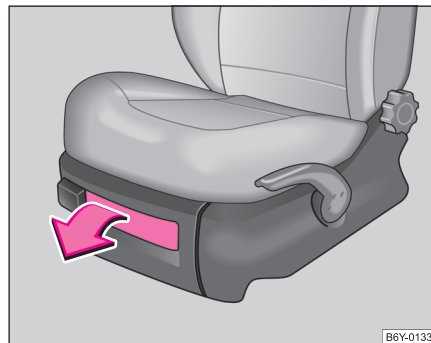

Abb. 85 Vordersitz:
- Zum Öffnen der Klappe Verschluss ankippen und Klappe aufziehen ⇒ Abb. 85.